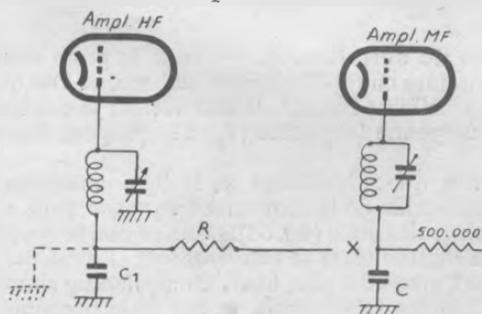

Fig. 59.
- c) Rebrancher l'antifading à l'amplificatrice moyenne fréquence et couper le circuit des autres lampes (fig. 59) en mettant provisoirement à la masse la base du bobinage de l'amplificateur haute fréquence ;
3. L'antifading n'agit pas. — Soupçonner une coupure de son circuit, ou le court-circuit d'un condensateur de découplage, tel que C ou C_1 (fig. 59), ce dernier cas étant assez rare. Un antifading qui n'agit pas sature le poste sur les émetteurs puissants.